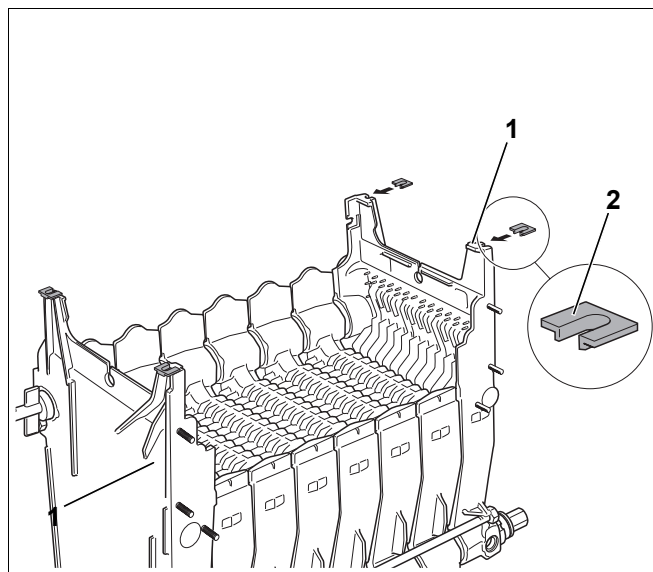

Рис. 10 Установка опорных башмаков
- Наденьте опорные башмаки на опоры (рис. 10, стр. 11).